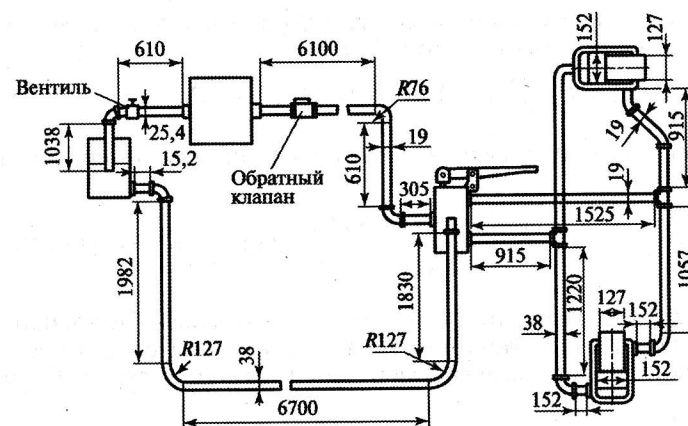

Рис. 7.2
**Задача 7.21.** В гидравлической сети насос с подачей 37,8 л/мин поддерживает циркуляцию масла, имеющего вязкость 110 сСт при температуре 49 °С и плотность  $\rho = 880 \text{ кг/м}^3$ . Внутренние диаметры трубопроводов и их длины приведены на рис. 7.2. Провести гидравлический расчет сети.